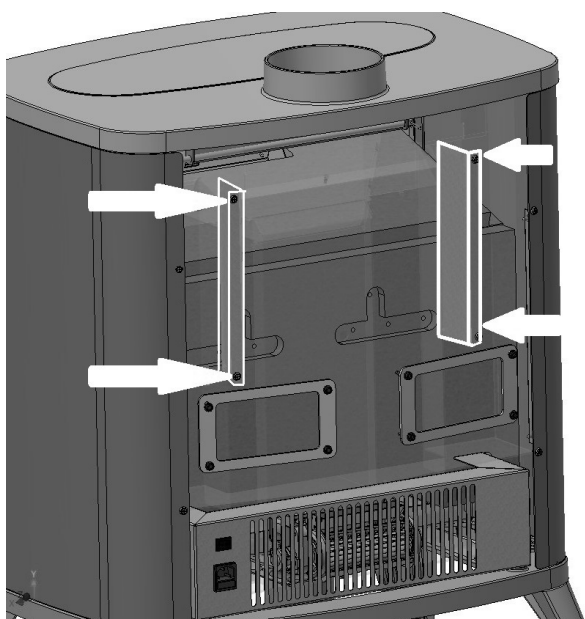

Fig. 15 - Tourner les étriers
- Retirer les 2 étriers internes du parcours de fumées **Fig. 15**.